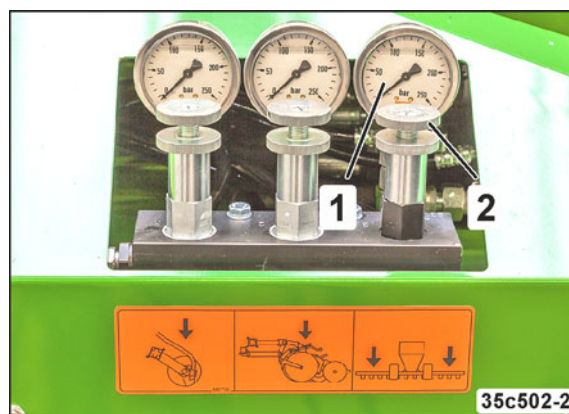

Рис. 85
- крана (Рис. 85/2).
- по манометру (Рис. 85/1) или
Показания манометра (Рис. 85/1) не будут постоянными до тех пор, пока вентилятор (система распределения) не войдет в режим работы с постоянной частотой вращения.